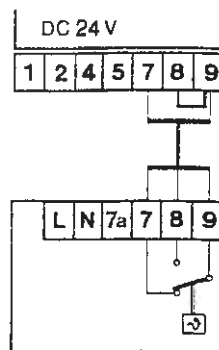

Fig 22
- Tilslutning til klemme 7, 8 og 9 jvf. fig 22